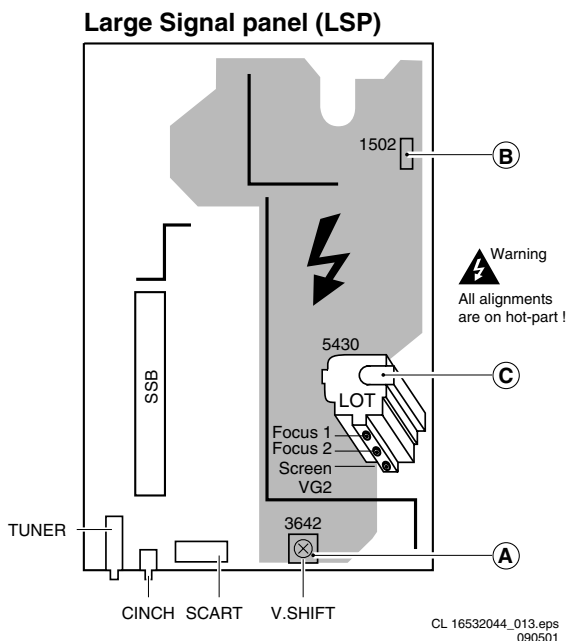

Abbildung 8-1
5. Zuerst muss das Vg2-Potentiometer auf den LOT (siehe Abb. 8-1) zur linken eingestellt werden (OSD-Anzeige meldet 'Out high')
7. Die Kathode mit dem höchsten Gleichspannungswert für die Einstellung auswählen. Die Sperrpunktspannung dieses Elektronenkanonenstroms mit dem SCREEN-Potentiometer auf dem LOT (siehe Abb. 8-1) auf den korrekten Wert ($160 \pm 3 \text{ Gleichspannung}$) einstellen.
3. Das FOCUS 1-Potentiometer (oberes Potentiometer, siehe Abb. 8-1) einstellen, bis die waagerechten und senkrechten Linien bei 1/4 von Ost und West in Höhe der Mittellinie die minimale Breite aufweisen, ohne dass eine Trübung sichtbar ist.
4. Das FOCUS 2-Potentiometer (mittleres Potentiometer, siehe Abb. 8-1) einstellen, bis die waagerechten und senkrechten Linien bei 1/4 von Nord und Süd in Höhe der Mittellinie die minimale Breite aufweisen, ohne dass eine Trübung sichtbar ist.